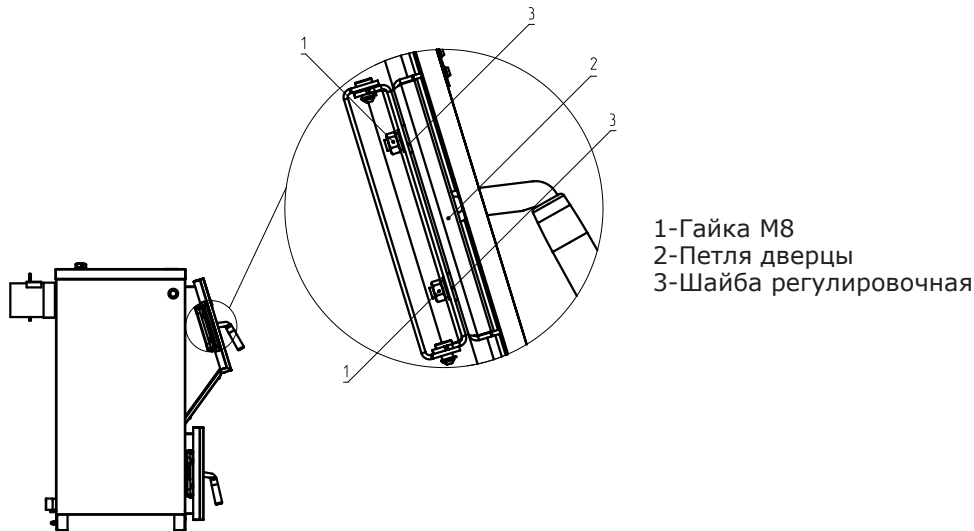

Рис. 8 Регулировки петли дверцы
7.5.12. Дверь загрузочная должна плотно прилегать к арке. Со временем уплотнительный шнур теряет свои первоначальные свойства, что приводит к нарушению газоплотности котла, для того что бы откорректировать положения дверей необходимо открутить гайки М8 (Рис.8 поз.1) и извлечь шайбы регулировочные (Рис.8 поз.3) и закрутить гайки М8. В случае если корректировка положения двери не помогает замените уплотнительный шнур.